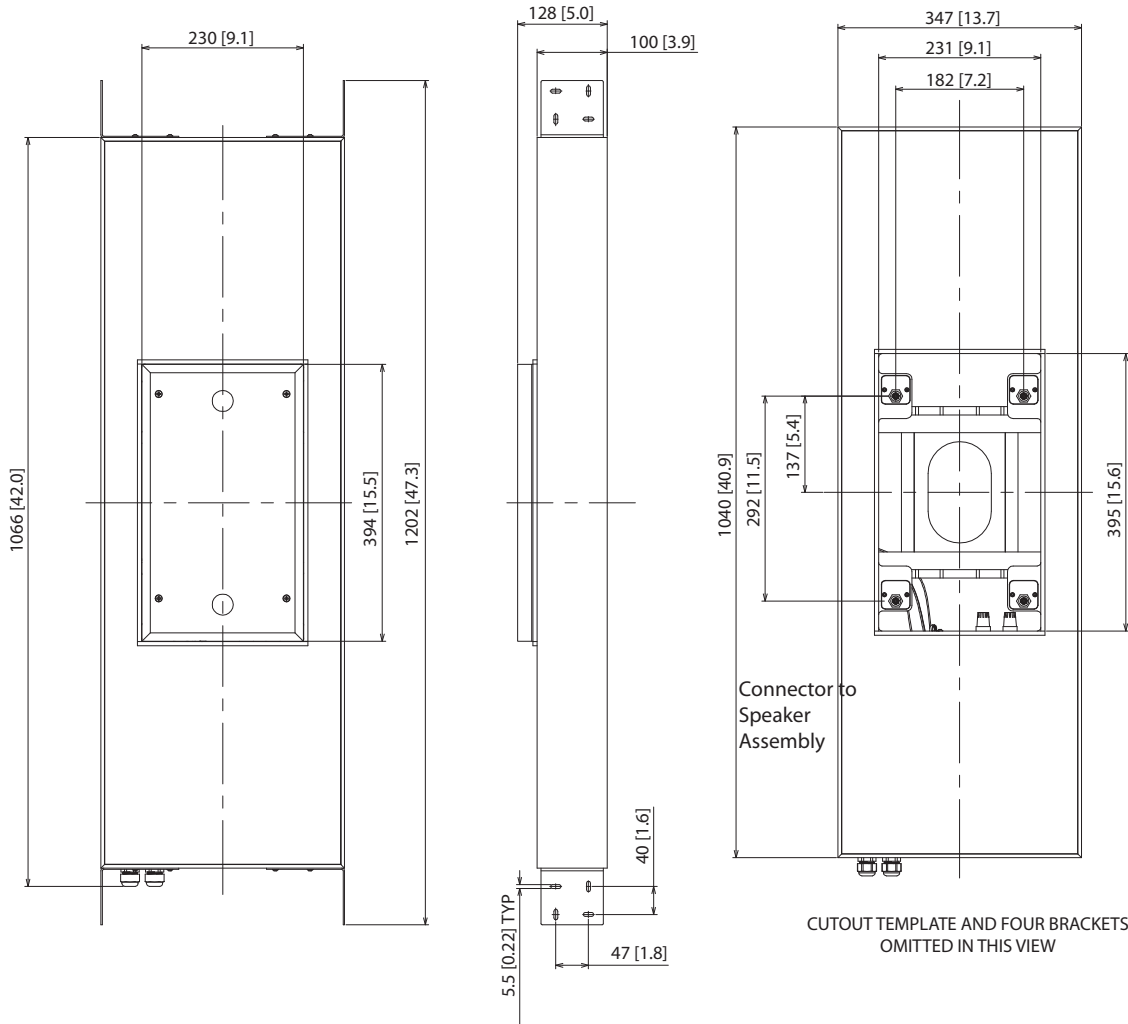

Rys. 5. Zainstalowana kratka
1. Wciśnij kratkę w ramkę, gdzie będzie utrzymywana na miejscu przez magnesy (rys.5).